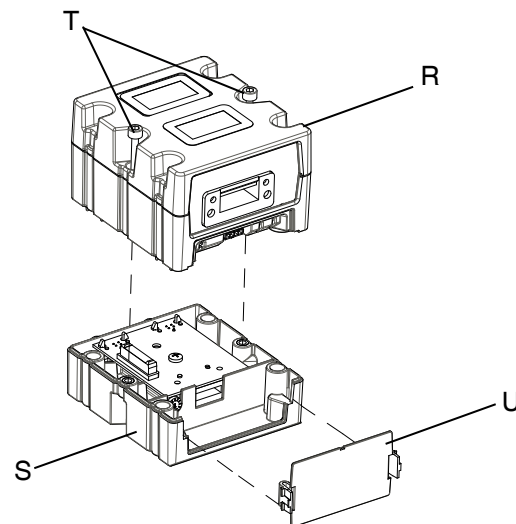

図 22: CGMの分解
5. CGM(U)からアクセスカバーを取り外します。2つのネジ(T)を緩め、図 22に示されているようにCGM(R)をベース(S)から取り外します。